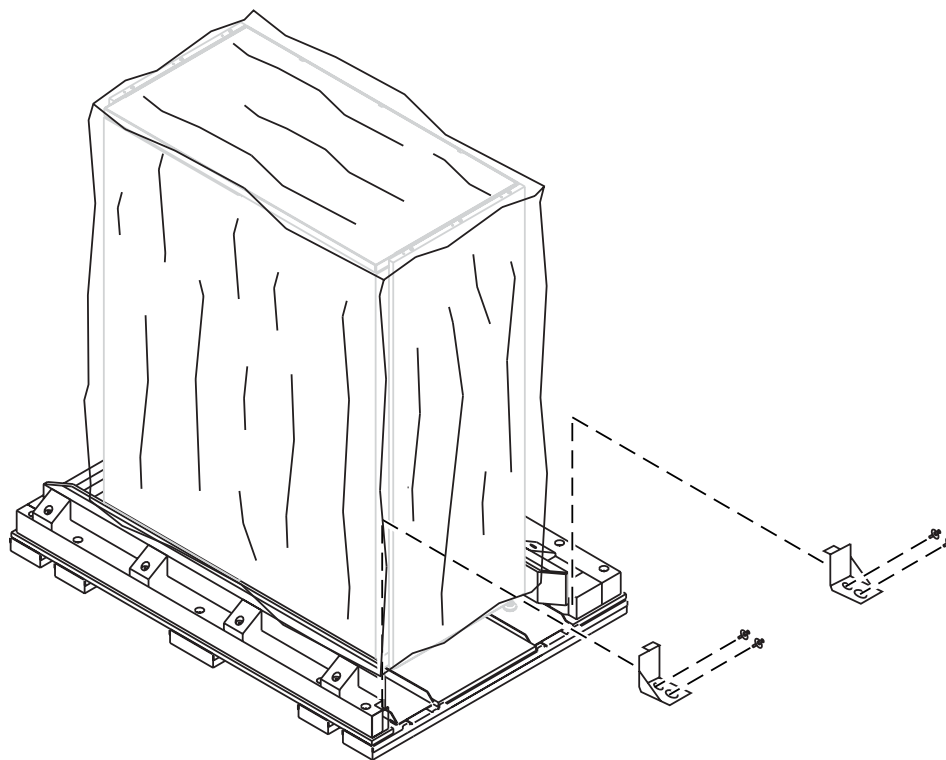

Figura 4-7: Rimozione dei fermi di bloccaggio
12. Rimuovere i due blocchi di fissaggio dalla parte inferiore destra della libreria (vedere la Figura 4-7).